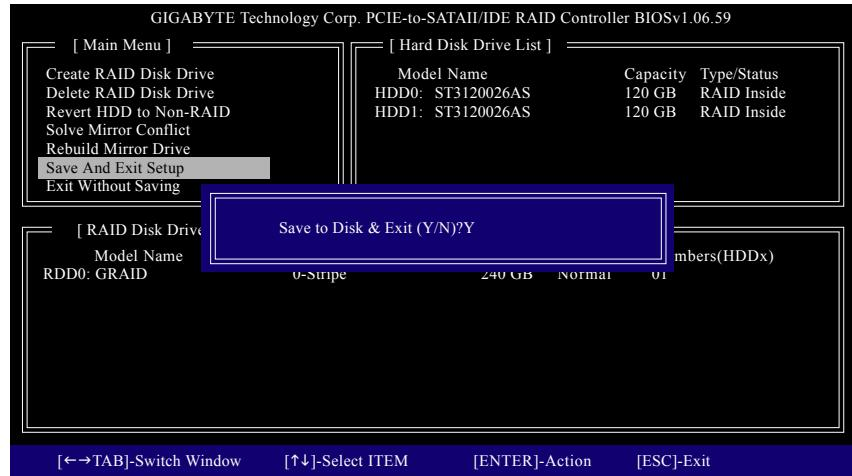

図 10
7. セットアップを保存して終了: RAID アレイを設定した後、メインスクリーンで **Save And Exit Setup** アイテムを選択し設定を保存してから RAID BIOS ユーティリティを終了し、<Y> を押します(図 10)。